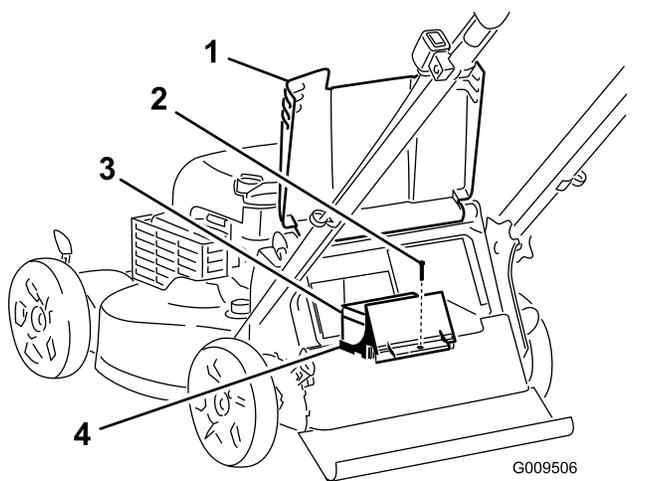

Figure 31
1. Soulevez le déflecteur arrière et localisez le logement de la batterie (Figure 31).